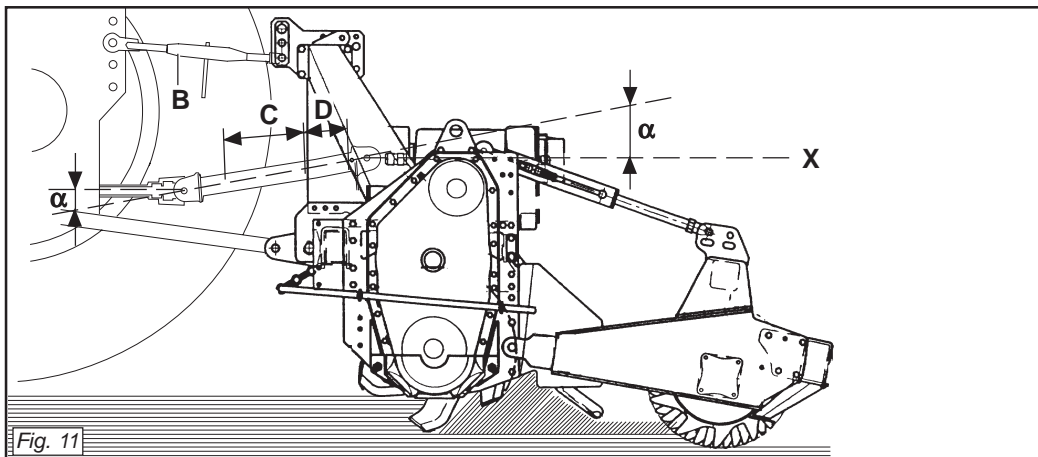
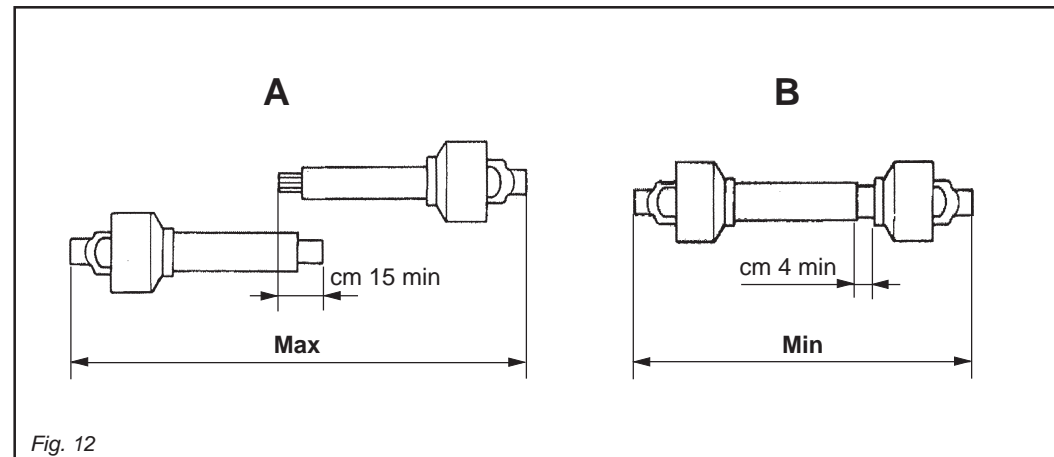

Fig. 11
Fig. 12
Per fare ciò aumentare o diminuire la lunghezza della barra superiore dell'attacco (B Fig. 11) in modo da portare l'asse (X Fig. 11) della ghiera scanalata della scatola parallela al suolo.
- I due angoli ( $\alpha$  Fig. 11) formati dalle assi delle forcelle e l'asse dei tubi scorrevoli saranno uguali e non dovranno superare i 10°.
- La copertura (C Fig. 11) dei tubi scorrevoli deve essere di 15 cm minimo (Fig. 12).
- I due tubi dell'albero di trasmissione a cardano non si devono ricoprire completamente, una corsa di sicurezza (D Fig. 11) di 4 cm minimo deve sussistere.
*To achieve this, increase or decrease the length of the top bar of the hitch (B Fig. 11) so as to set the axis (X Fig. 11) of the housing's grooved ring nut parallel to the ground.*
- *The two angles ( $\alpha$  Fig. 11) formed by the fork axes and the axis of the sliding tubes will be equal and must not exceed 10°.*
- *The sliding tubes (C Fig. 11) must overlap by at least 15 cm (Fig. 12).*
- *The two tubes of the driveline shaft must not fully overlap. There must always be a safety travel (D Fig. 11) of at least 4 cm.*
Um dies zu erhalten, die Länge der oberen Kupplungsstange (B Abb. 11) erhöhen oder verringern, bis die Achse (X Abb. 11) der Keilmutter des Gehäuses parallel zum Boden steht.
- Die beiden Winkel ( $\alpha$  Abb. 11), die aus den Achsen der Gabeln und der Achse der Gleitrohre bestehen, müssen gleich groß sein und dürfen auf keinen Fall größer als 10° sein.
- Die Überdeckung (C Abb. 11) der Gleitrohre muss mindestens 15 cm ausmachen (Abb. 12).
- Die beiden Rohre der Gelenkwelle dürfen sich nicht ganz überdecken. Es muss noch einen Sicherheitshub (D Abb. 11) von mindestens 4 cm geben.
*Pour obtenir cette condition augmenter ou diminuer la longueur de la barre supérieure de l'attelage (B Fig. 11) de manière à ce que l'axe (X Fig. 11) de la bague cannelée de la boîte soit parallèle au sol.*
- *Les deux angles ( $\alpha$  Fig. 11) formés par les axes des fourches et l'axe des tubes coulissants doivent être identiques et ne doivent pas dépasser 10°.*
- *La couverture (C Fig. 11) des tubes coulissants doit être au minimum de 15 mm (Fig. 12).*
- *Les deux tubes de l'arbre de transmission à cardans ne doivent pas se recouvrir complètement, il doit rester une course de sécurité (D Fig. 11) de 4 cm au minimum.*
Para ello aumentar o disminuir la longitud de la barra superior del enganche (B Fig. 11) en modo de llevar el eje (X Fig. 11) de la tuerca ranurada de la caja paralela al terreno.
- Los dos ángulos ( $\alpha$  Fig. 11) formados por los ejes de las horquillas y el eje de los tubos corredizos serán iguales y deberán superar los 10°.
- La cobertura (C Fig. 11) de los tubos corredizos debe ser como mínimo de 15 cm (Fig. 12).
- Los dos tubos del árbol de transmisión de cardán no se deben cubrir completamente, debe quedar una carrera de seguridad (D Fig. 11) de 4 cm como mínimo.
- Gli angoli ( $\alpha$  Fig. 11) dei cardani non devono essere superiori a 40° (Fig. 11). Se non si raggiungono questi due risultati:
Quando esso è inserito al massimo, il gioco minimo consentito deve essere di 4 cm. (Fig. 12).
- The angles ( $\alpha$  Fig. 11) of the drivelines must not exceed 40° (Fig. 11).
When fully inserted, the minimum play must be 4 cm. (Fig. 12).